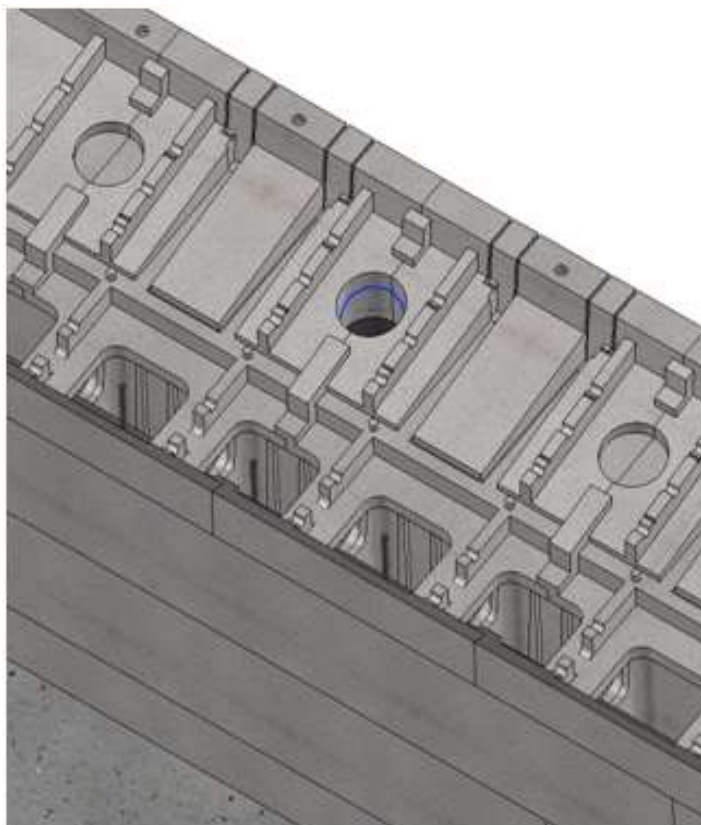

Figure 5 : Installation des modules percés
- Prendre soin d'installer les modules de coffrages de façon à ce qu'un tuyau sur deux soit rempli de béton (Figure 5) .